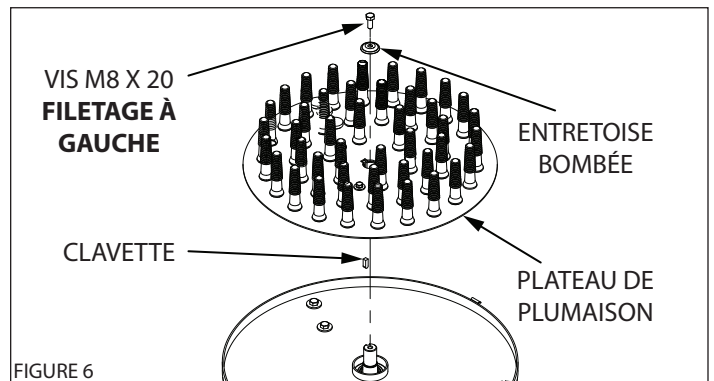

FIGURE 6
8. Enfiler la clavette dans l'arbre de sortie. **(VOIR FIGURE 6)**
11. Poser la vis M8 et la rondelle d'espacement bombée de 8 mm sur l'arbre. Serrer à l'aide d'une clé de 13 mm. **(VOIR FIGURE 6)**